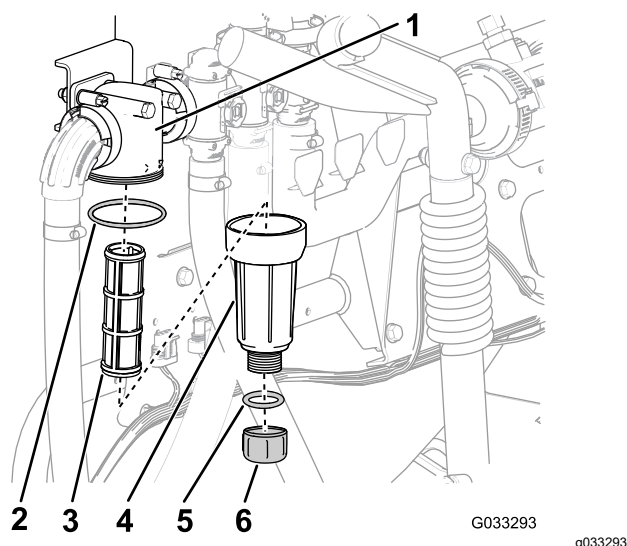

Figura 30
- Alinhe um recipiente de escoamento debaixo do filtro de pressão (Figura 30).
- Rode a tampa de drenagem no sentido contrário ao dos ponteiros do relógio e retire-a do recipiente do filtro de pressão (Figura 30).
- Rode o recipiente no sentido contrário ao dos ponteiros do relógio e retire a cabeça do filtro (Figura 30).
- Retire o elemento do filtro de pressão (Figura 30).
- Verifique a junta do tampão de drenagem (localizado no interior do recipiente) e junta do recipiente (localizado no interior da cabeça do filtro) e veja se há danos e desgaste (Figura 30).
- Instale o elemento do filtro de pressão na cabeça do filtro (Figura 30).
- Instale o recipiente na cabeça do filtro apertando à mão (Figura 30).
- Enrosque a tampa de drenagem na união na parte inferior do recipiente e aperte bem a tampa à mão (Figura 30).